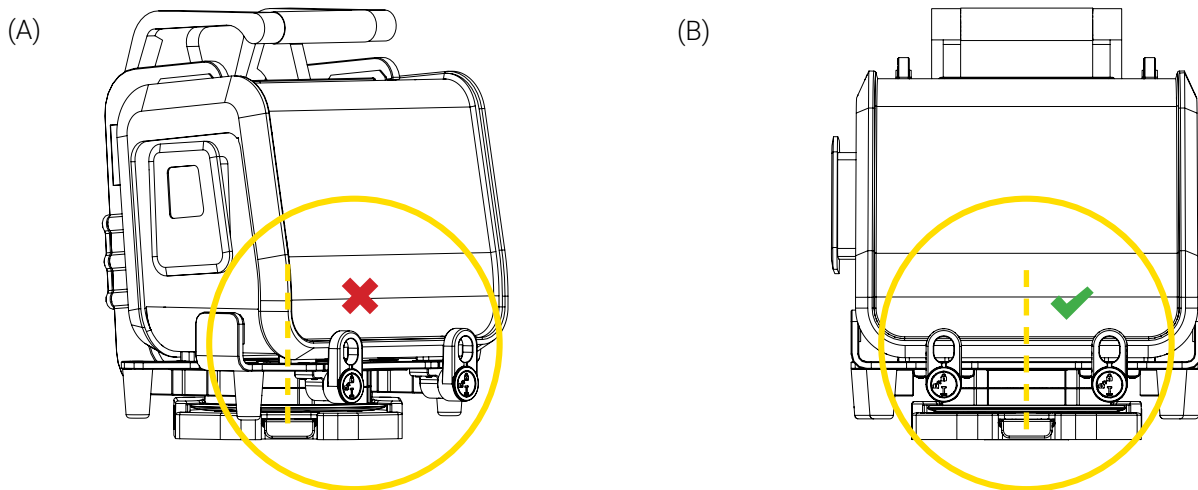

Figure 11: Position de retrait du support Bracket Pro Serie 60 - FL
1. Tourner le support jusqu'à ce que le bouton du mécanisme à déclenchement rapide de la Standard Surface Base soit centré entre les deux (2) verrous rotatifs (Figure 11).